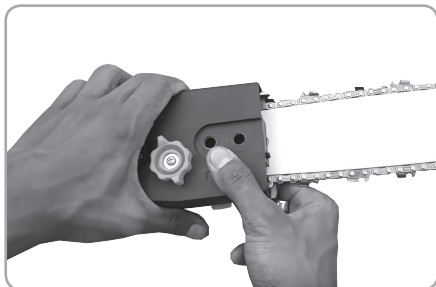

Fig.10
- Montați Carcasa de protecție angrenaj (6) conform Fig.10;